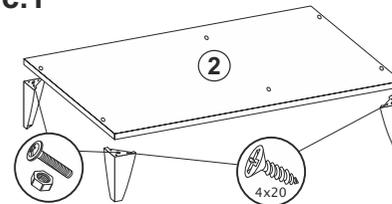

Рис.2
Соедините стяжки (11,12) еврошурупами и прикрутите подиум к нижней крыше (2) (по центру: 50 мм от каждого края крыши до подиума) с помощью уголков 20x20 и шурупов 4x16 (рис.2).